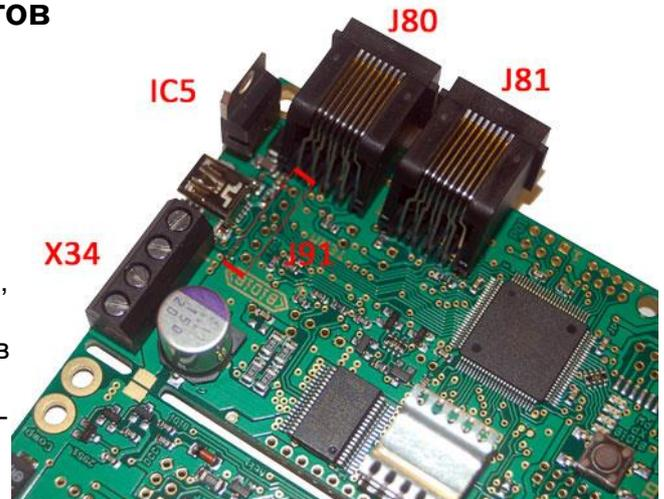

Рис. 4: GBMboost v1.6 - Сборка Часть 1
**IC5** линейный регулятор напряжения, монтируется, только на модулях GBMboost Master и если напряжение питания на клеммнике X34, более чем 12V (см. **рис.4**) Если напряжение питания 12V и менее(на масштабах N и Z), то в этом случае необходимо на плате установить перемычку между Pin1 и Pin3, в месте установки регулятора IC5.
(Обратите внимание, на правильность монтажа ... см Рис.4)